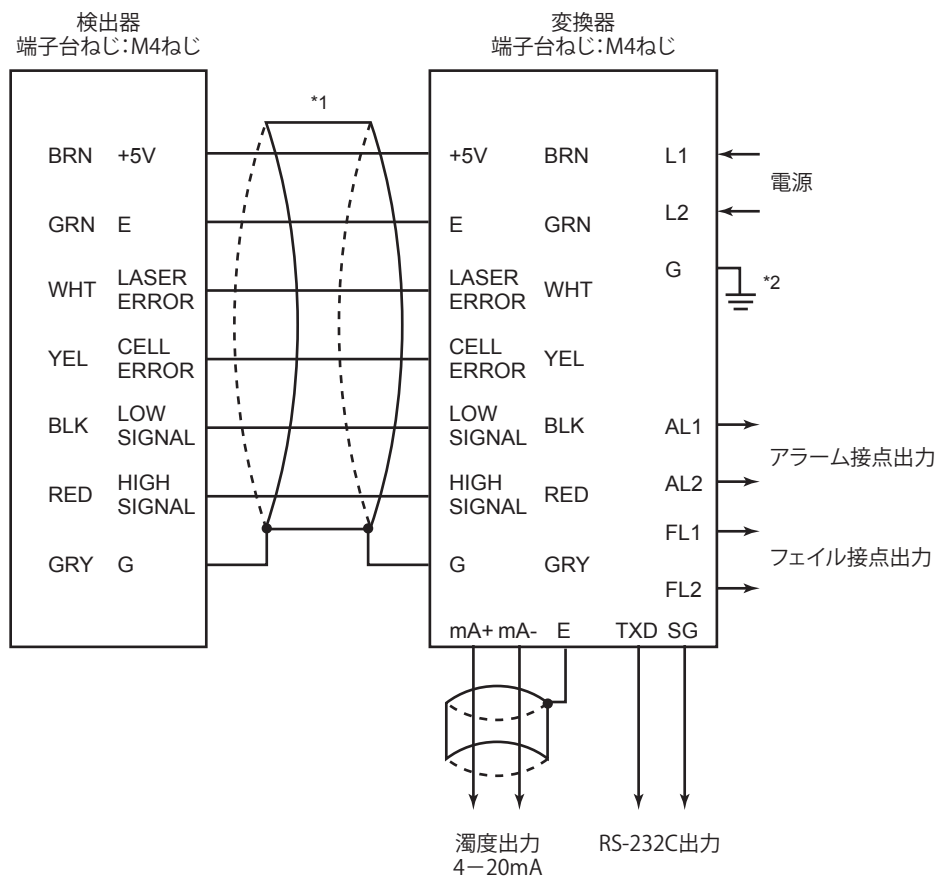

図2.2 外部配線図
- (1) 変換器に付いているケーブルの接続されていない圧着端子付きのケーブルを検出器に入れ、先端に付いている水防栓を検出器に取り付けます。
- (2) 図 2.2 外部配線図を参照してケーブルを検出器に接続します。